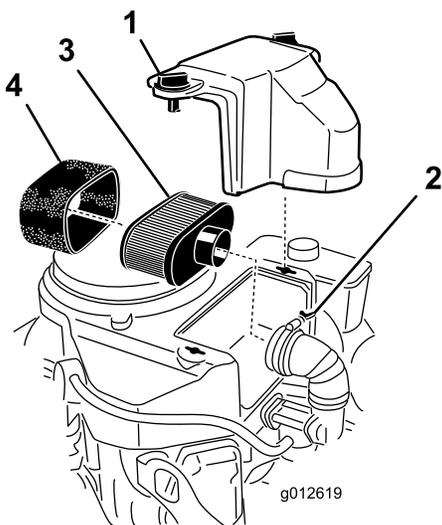

図 40
3. エアクリーナを外したときエンジン内部に異物が入らないよう、周辺をきれいに拭く（図 40）。
4. エアクリーナのカバーのノブのねじをゆるめてカバーを外す（図 40）。
5. エアクリーナのホースクランプをゆるめてエアクリーナアセンブリを外す（図 40）。
6. ペーパー・エレメントからスポンジエレメントを注意深く取り外す（図 40）。
1. ペーパーエレメントを軽くたたいて、たまっているほこりを落とす。汚れがひどい場合には、新しいペーパーエレメントに交換する（図 40）。
1. ペーパー・エレメントにスポンジエレメントを注意深く取り付ける（図 40）。
2. エア・クリーナのベース、またはホース、にエア・クリーナ・アセンブリを取り付けて固定する（図 40）。
3. エアクリーナのカバーを取り付け、ノブを締め付けて固定する（図 40）。